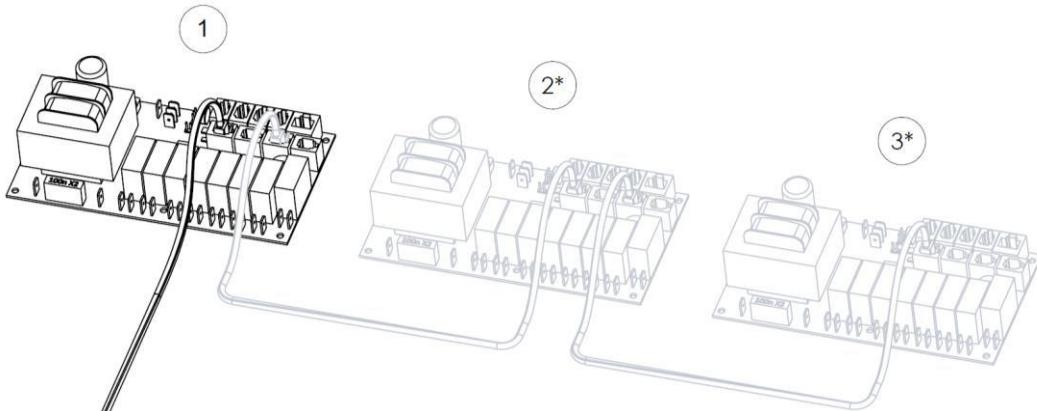

Fig. 18
Pour l'interconnexion des générateurs, il convient d'utiliser un câble basse tension (4 fils) avec un connecteur RJ10, (Fig. 18). Voir la partie »Description du contact modulaire» (Fig. 18) pour de plus amples informations concernant la configuration des broches.
Si un générateur de vapeur doit subir une maintenance, les autres peuvent continuer à fonctionner. Un générateur désigné comme secondaire peut être déconnecté en supprimant le fil entre les cartes électroniques. (Fig. 18)
2. Débranchez le câble qui relie les cartes électroniques (Fig. 18)